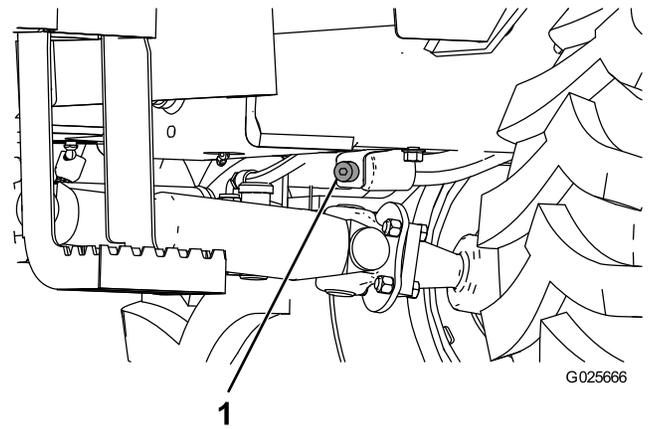

Figura 24
3. Retire el tapón de llenado y el tapón de vaciado (Figura 24).